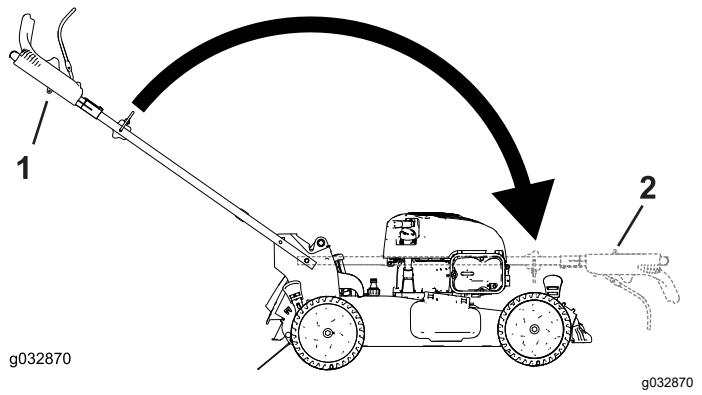

**Bild 20**
1. Entfernen Sie die 2 Griffhandräder sowie die 2 Schlossschrauben von den Handgriffhalterungen (Bild 20) und heben Sie sie auf.